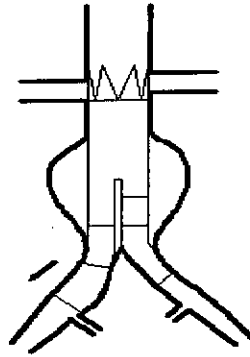

Fig. 13 Apertura de la Prótesis Artificial en la rama la rama larga de la Prótesis Artificial AAA
- 5.18 Desplegar la prótesis artificial bajo monitoreo, y retirar el sistema de liberación y el alambre guía. (Fig. 13)